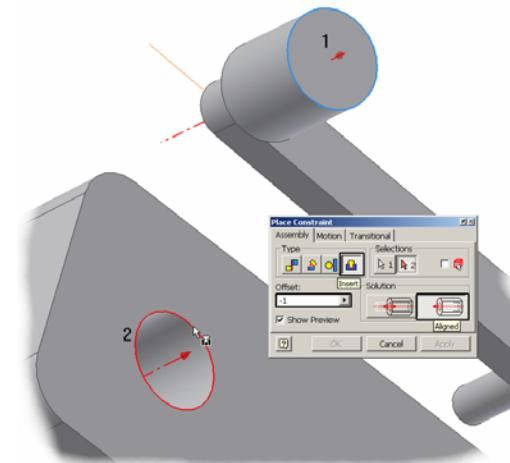

Figura 3.8.5.
- aliniere Type - **Insert, Solution – Aligned, Offset = -1** cilindru $\Phi 10$ **Braț** cilindru superior $\Phi 10$ **suport camă** – lansare comandă **Constraint**, click punctul 1, click punctul 2, butonul **Apply**, figura 3.8.5. În urma operației, panelul **Browser Bar**, afișat în modul **Modeling View**, este completat cu intrarea **Insert (-1.000 mm)**.